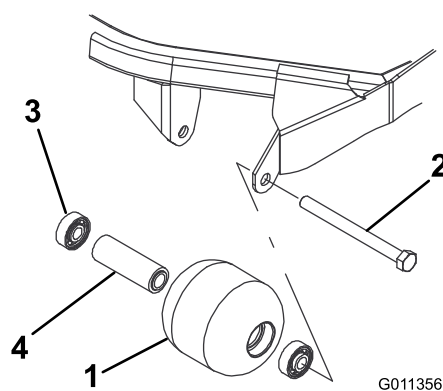

Figura 121
1. Rimuovete il bullone di montaggio del rullo (Figura 121).
distanziale del cuscinetto del rullo (Figura 121). Sostituire tutti i componenti danneggiati e procedere con il loro montaggio.
1. Montate il primo cuscinetto premendolo nell'alloggiamento all'interno del rullo (Figura 121). Premete soltanto sulla pista esterna o, in misura uguale, sulla pista interna ed esterna.
2. Inserite il distanziale (Figura 121).
3. Montate il secondo cuscinetto premendolo nell'alloggiamento all'interno del rullo (Figura 121). Premete in misura uguale sulla pista interna ed esterna, fino a quando la pista interna non tocca il distanziale.